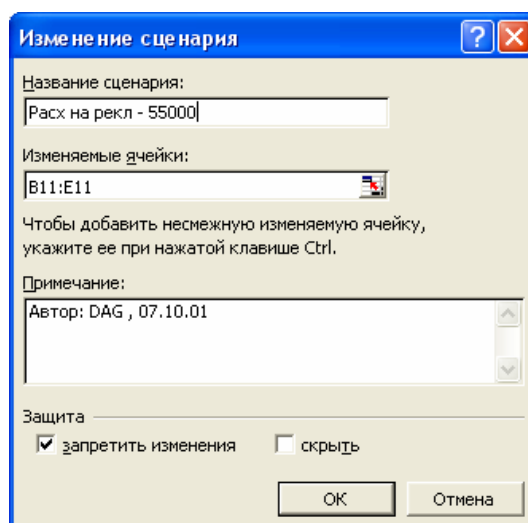

Рис.27. Диалоговое окно Добавления сценария
- Нажмите кнопку **Добавить** (Add). Появится диалоговое окно **Добавление сценария** (Add Scenario) (рис.27.).